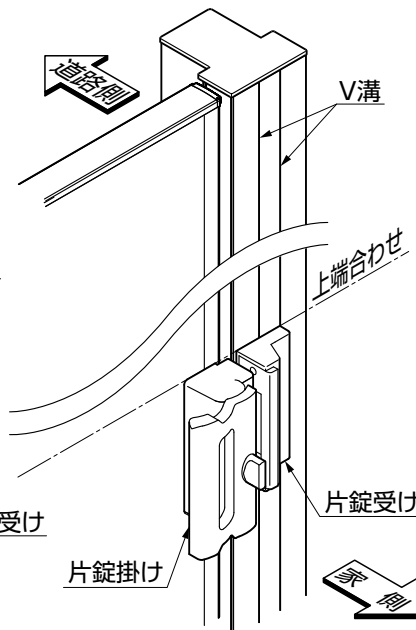

図6-4
- 片錠受けの取付け高さは、片錠掛けの上端合わせとなります。(図6-4参照)